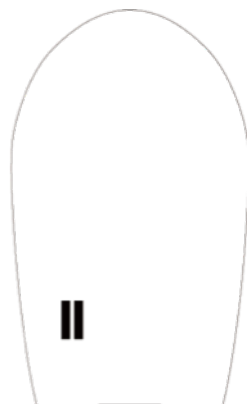

**FIGURE 7**
2. Tenez le fer à repasser en position verticale (Figure 7) à une distance de 15 à 30 centimètres du vêtement.